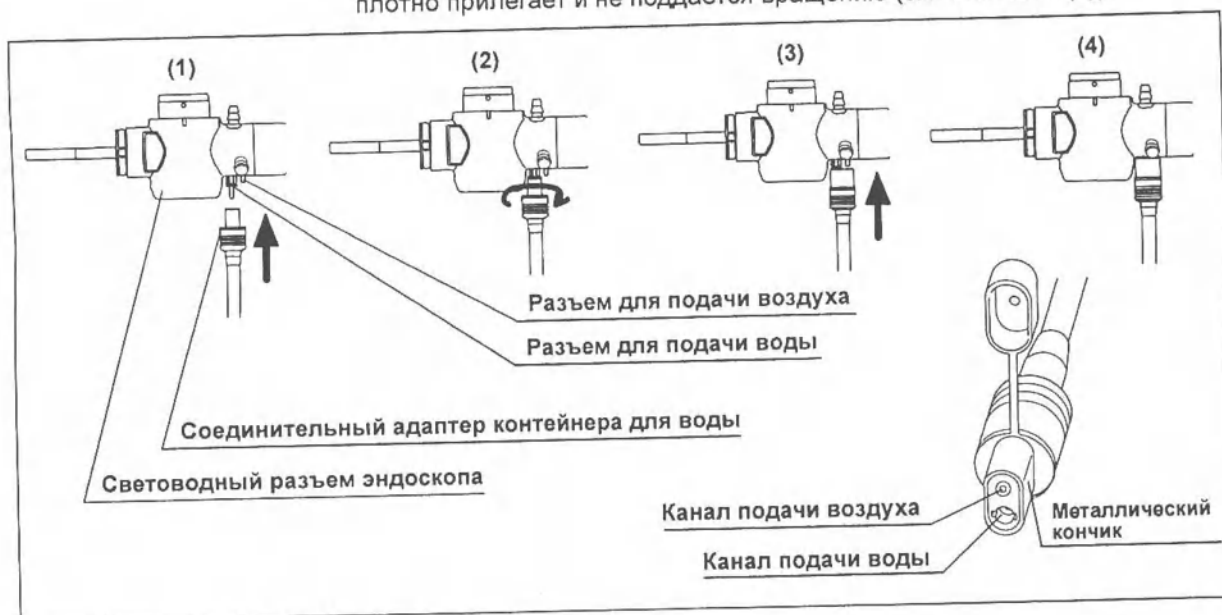

Рис. 3.19
1. Если какое-либо дополнительное оборудование включено (ON), выключите его (OFF).
3. Наденьте канал подачи воды из контейнера для воды на разъем для подачи воды, который расположен под углом 90° на световодном разъеме эндоскопа, и продвиньте его до упора (см. Рис. 3.19 (1)).
4. Поверните соединительный адаптер контейнера для воды на 90° по часовой стрелке так, чтобы совместить канал подачи воздуха с разъемом для подачи воздуха на световодном разъеме эндоскопа (см. Рис. 3.19 (2)).
5. Еще раз нажмите соединительный адаптер контейнера для воды до упора (см. Рис. 3.19 (3)).
6. Убедитесь в том, что соединительный адаптер контейнера для воды плотно прилегает и не поддается вращению (см. Рис. 3.19 (4)).